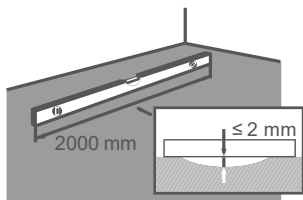

Рисунок 2
- Основание должно быть ровным. Просветы между контрольной двухметровой рейкой и основанием не должны превышать 2 мм (см. Рисунок 2). Неровности с перепадом более 2 мм на длине 2 м должны быть выровнены.